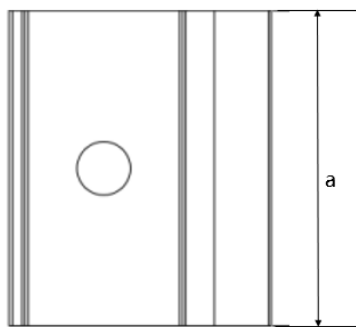
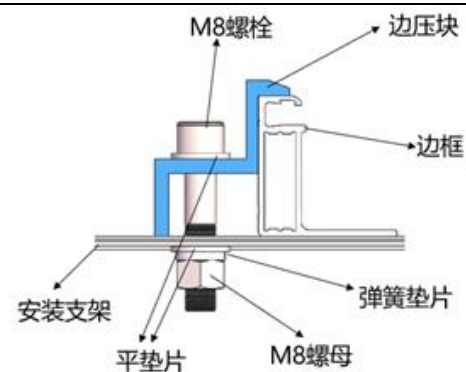
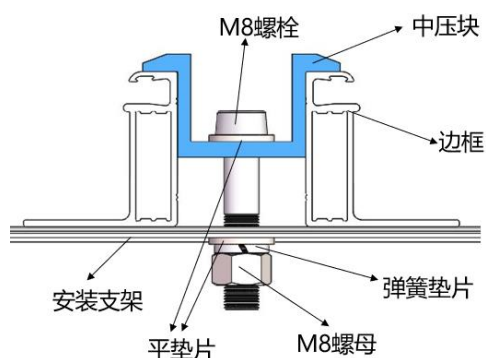

図 7 クランプの上面イメージ図
図 11 エッジクランプの取付イメージ図
図 12 中間クランプの取付イメージ図
- ① 2 本のラック（付属していません）の上にモジュールを置きます。ラックは、ステンレス製または防食処理（溶融亜鉛メッキなど）を施したものを使わなければなりません。各太陽電池モジュールは少なくとも 4 つのクランプで固定され、設置の際、クランプが直接にガラスに接触してフレームを变形させると、モジュールが破損することがありますので、ご注意ください。
- ② クランプの影により太陽電池モジュールの発電面を遮らないよう気を付けてください。クランプが排水穴を塞がないようにしてください。
- ③ ブラケットの上面でモジュールのフレームと接触する部分には、M8 ボルト用の凹みが必要です。
- ④ ブラケットに凹みがない場合、ボルトで固定するように、上記の位置に適当な径の穴を開けます。
- ⑤ 平ワッシャー、スプリングワッシャー、ナットの順にクランプを装着します。
- ⑥ 図 7~10 はエッジクランプのイメージ図です。図 11、図 12 は取付イメージ図です。クランプのサイズは $a \geq 50\text{mm}$ 、厚さ $\geq 4\text{mm}$ 、フレームとの重ね幅 $d \geq 10\text{mm}$ です。または、 $a \geq 60\text{mm}$ 、厚さ $\geq 3\text{mm}$ 、フレームとの重ね幅 $d \geq 8\text{mm}$ です。組立部品の確実な取り付けを保証した上で、クランプの断面を変更できるが、いかなるサイズのクランプもフレームをはみ出してガラスに接触することはできません。
- ⑦ サイズが $2384 \times 1303\text{mm}$ 以上の組立部品は $a \geq 60\text{mm}$ のクランプサイズにのみ適用されます。
- ⑧ 推奨締付トルクは、グレード 8.8 のボルト・ネジの場合、 $17 \sim 23\text{Nm}$ とします。
具体的な接地方法は、次の図 12 の通りです。